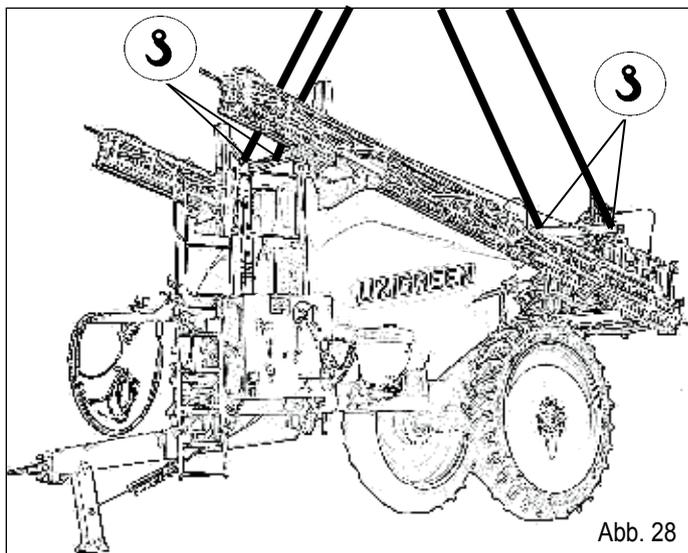
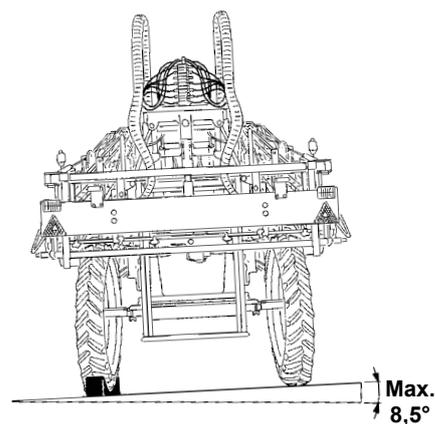

Abb. 28
Abb. 30
1. Die Riemen werden in den entsprechenden Ringen zum Anheben befestigt, die sich auf der hinteren Seite der Maschine befinden, weiter zwei Riemen werden an der Traverse im vorderen Maschinenteil oben befestigt (Abb. 28).
Dann die Riemen spannen, wie in Abb. 28 und 29 und langsam und stufenweise mit Anheben beginnen. Stellen Sie die Maschine auf einen ebenen und kompakten Boden, mit Neigung nicht über $8,5^\circ$ (Abb. 30).